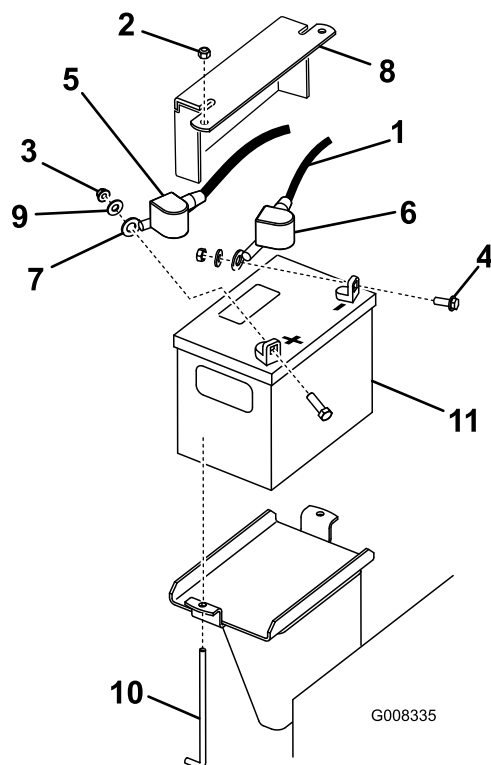

Figura 41
3. Togliete il cappuccio di gomma nero dal cavo negativo. Staccate il cavo negativo della batteria dal morsetto negativo (-) della batteria (Figura 41).
4. Sfilate la guaina rossa del morsetto dal morsetto positivo (rosso) della batteria. Togliete quindi il cavo positivo (rosso) della batteria (Figura 41).
5. Rimuovete la piastra di tenuta, i bulloni a J e i dadi di bloccaggio che fissano la batteria (Figura 41) e rimuovete la batteria.
1. Posizionate la batteria nella macchina (Figura 41).
3. Montate innanzi tutto il cavo positivo (rosso) della batteria sul morsetto positivo (+) della batteria con un dado, una rondella e un bullone.(Figura 41). Infilate il cappuccio di gomma sul polo.
4. Montate quindi il cavo negativo della batteria e il filo di messa a terra sul morsetto negativo (-) della batteria con un dado, una rondella e un bullone.(Figura 41). Infilate il cappuccio di gomma sul polo.